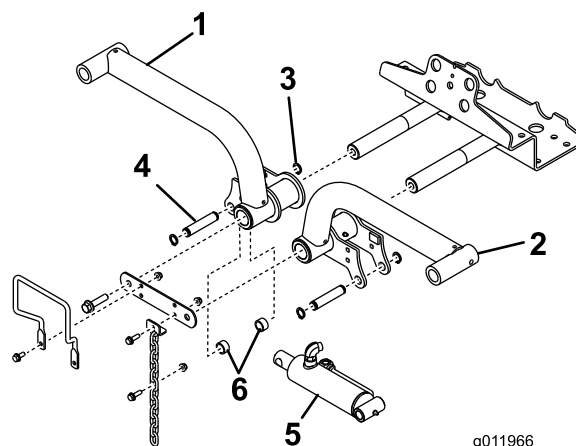

Figure 15
4. Insérez les bras de relevage sur les axes de pivot (Figure 15), et fixez chacun d'eux avec une biellette et les boulons retirés précédemment.
6. Fixez l'extrémité droite du vérin de relevage au bras de relevage droit avec une goupille et 2 entretoises (Figure 15). Fixez l'ensemble avec une bague de retenue.